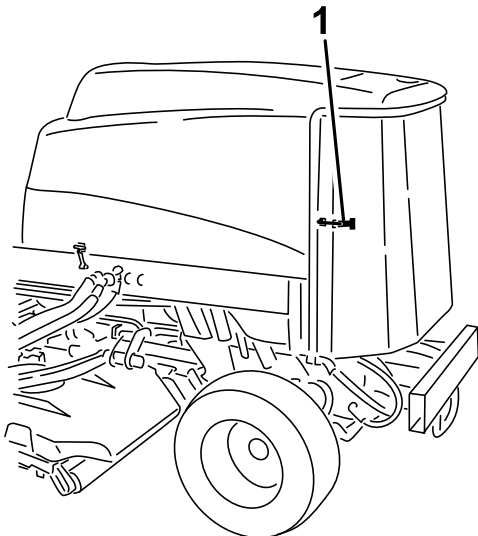

Figura 85
3. Destrancue e abra o painel traseiro (Figura 85).